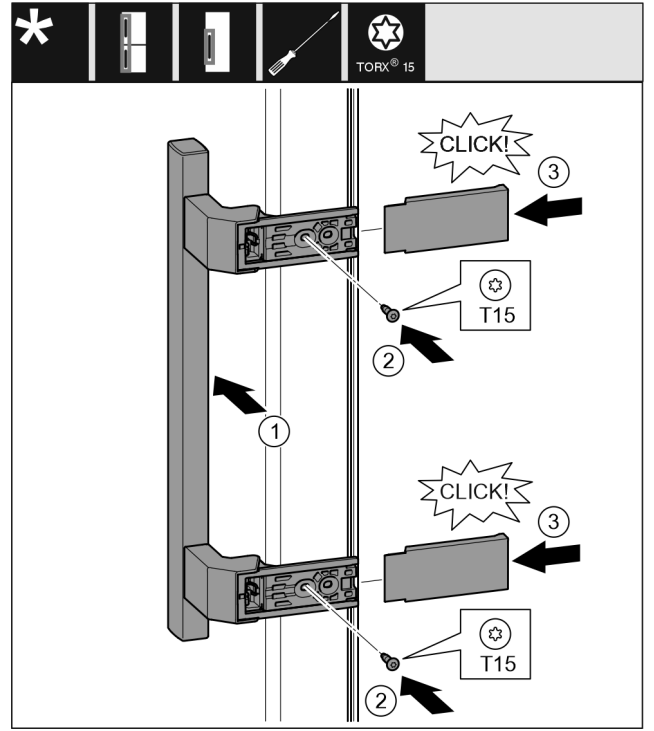

Fig. 20
- Kolu diğer tarafa takın. Fig. 20 (1)
- Cıvataları T15 tornavidayla sıkıca vidalayın. Fig. 20 (2)
- Kapakları yan tarafa dayayın ve içeri sürün. Fig. 20 (3)